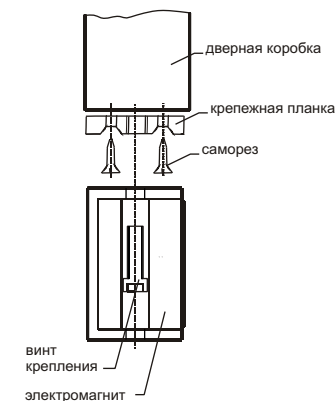

Рис. 2. Схема установки электромагнита M1-150
1.2.2. Разметьте и просверлите в дверной коробке 8 отверстий и прикрутите крепежную планку из монтажного комплекта, как показано на Рис. 2.